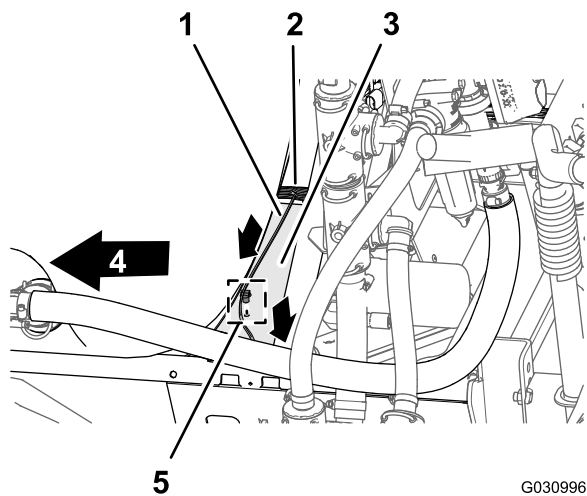

图 94
1. 让打药泵螺线圈的 86.6cm 线束支管穿过打药车机架安装槽的顶部向下朝向打药泵螺线圈图 94。
2. 将 86.6cm 线束支管的压入式紧固件插入打药车机架安装槽的孔中图 94。